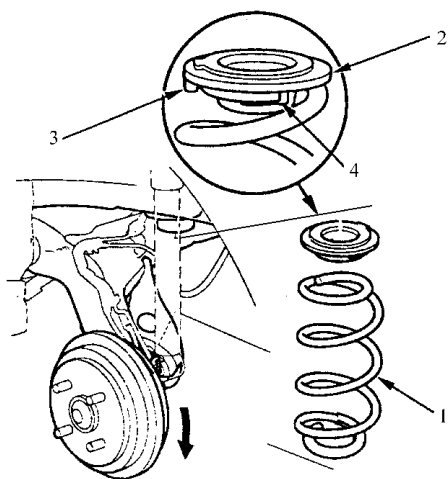

图 6-52 安装弹簧缓冲垫
6) 如图 6-52 所示，将后弹簧安装到上部弹簧缓冲垫上。把弹簧牢牢地装入上部弹簧缓冲垫的夹子里。将弹簧上端与上部弹簧缓冲垫的阶梯部分对齐。安装完毕后，确认夹子、限位零件和其他橡胶零件没有被弹簧夹紧。使用新螺栓来连接后轴梁和减振器。